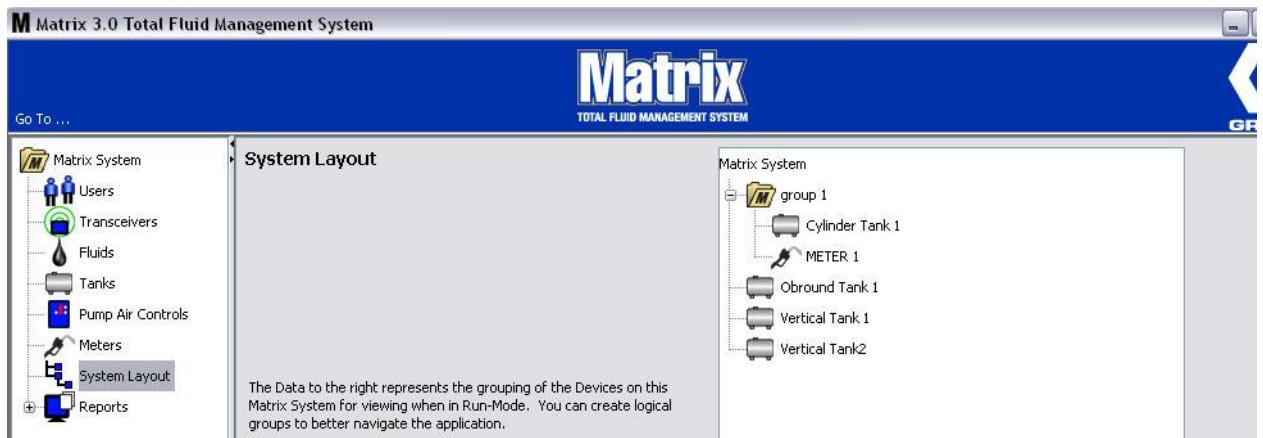

Рис. 98
11. После создания или внесения изменений в папки групп нажмите кнопку «OK» [OK], чтобы закрыть окно и сохранить изменения. Созданная группа(-ы) отображается в столбце «Matrix System» [Система Matrix] (Рис. 98).